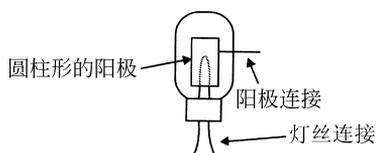

图 1.10 弗莱明阀(真空二极管)
几年后,弗莱明成为了英国马可尼公司的顾问并开始寻求改进检波器性能的努力。他想起了爱迪生效应,经过一些灯泡的测试,发现了这些灯泡完全能用作射频频整流器。于是他在1905年申请了弗莱明真空阀(Fleming Valve,真空管因此在英国仍被称为阀)的专利(图1.10)^⑤。几乎完全耳聋的弗莱明采用了一个镜子电流计(mirror galvanometer)来使接收到的信号以可见的形式表示出来,并把这一特点作为他专利的一部分。